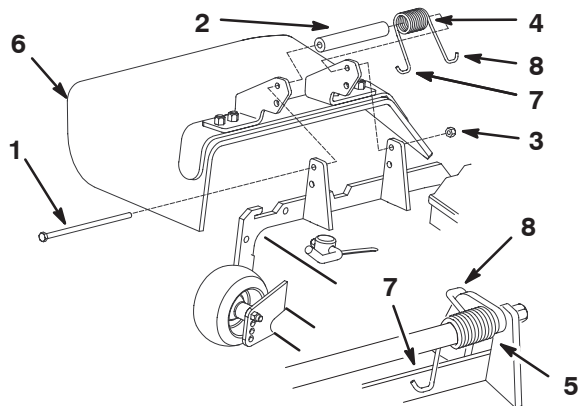

Figure 1
1. Placez une entretoise et un ressort entre les supports du déflecteur d'herbe (Fig. 1). L'extrémité gauche en J du ressort doit se trouver derrière le bord du plateau.
Remarque : Prenez soin de placer l'extrémité gauche en J du ressort derrière le bord du plateau avant de mettre le boulon en place, comme indiqué à la Figure 1.
2. Mettez le boulon et l'écrou en place. Accrochez l'extrémité droite en J du ressort au déflecteur d'herbe (Fig. 1).